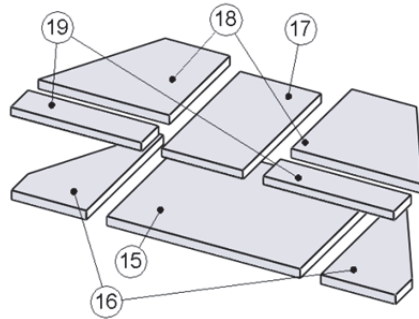
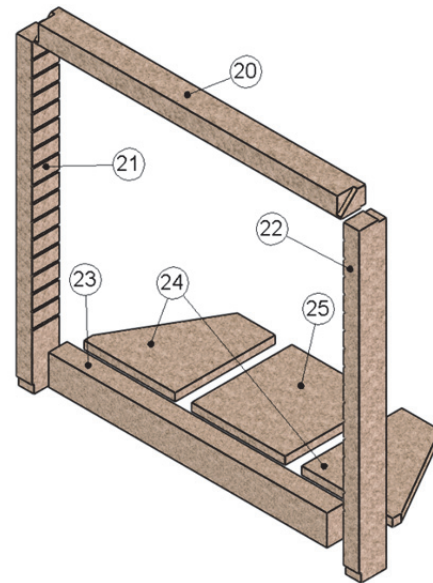
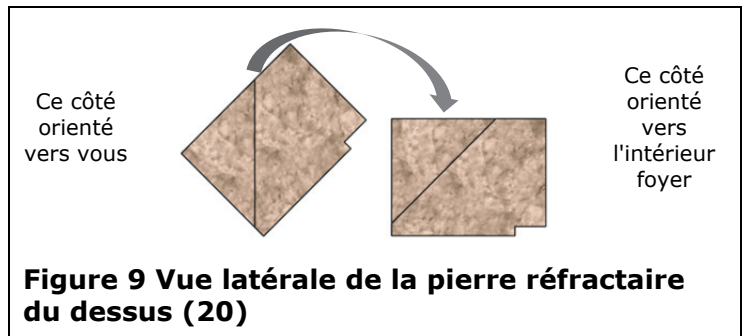

Figure 10 Isolant de fond
Figure 11 Pierres réfractaires de périphérie et de fond
Figure 9 Vue latérale de la pierre réfractaire du dessus (20)
Reportez-vous à la Figure 9, à la Figure 10 et à la Figure 11 pour la procédure d'installation ci-dessous :
17. Pour installer les pierres réfractaires suivantes, assurez-vous que la porte est entièrement soulevée. Tenez la pierre réfractaire du dessus (20) en l'orientant de la façon indiquée dans la partie gauche de la Figure 9. De l'intérieur du foyer, faites glisser la pierre le long de la façade jusqu'en haut. Faites tourner la pierre de 45° vers l'arrière comme indiqué à la Figure 9. L'encoche reposera sur le rebord de métal. Tenez la pierre d'une main.
18. En tenant la pierre réfractaire du dessus (20), installez les pierres réfractaires avant gauche (21) et droite (22) de chaque côté. Les pierres droite et gauche devraient maintenant soutenir la pierre réfractaire du dessus.
19. Nettoyez le fond de la boîte à feu et posez les **deux** épaisseurs de panneaux isolants de fond, comme indiqué à la Figure 10. Assurez-vous que les panneaux isolants sont bien serrés les uns contre les autres et aussi près que possible de l'avant.
20. Installez la marche à cendres (23), le plus en avant possible.
21. Placez les pierres réfractaires du fond (24 et 25) tel qu'indiqué à la Figure 11.